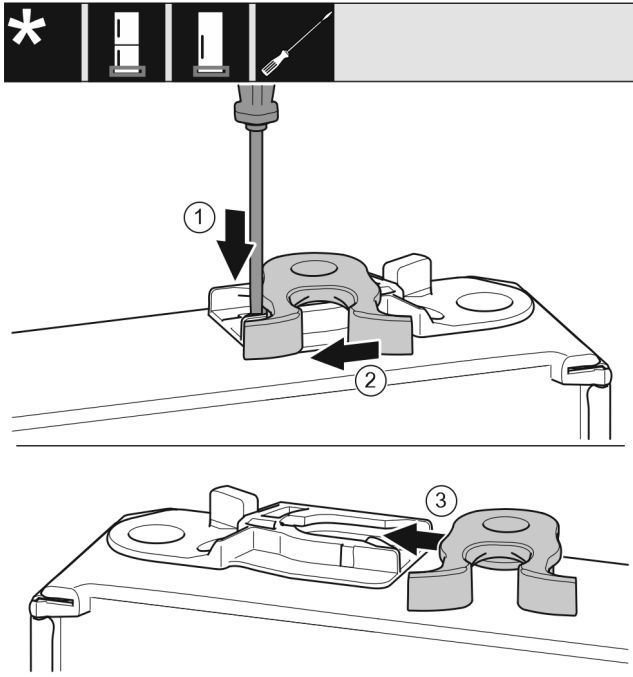

Fig. 39 *
- ▶ Tryk lasken Fig. 39 (1) nedad med en kærnskruetrækker.*
- ▶ Træk låsekrogen Fig. 39 (2) ud af føringen.*
- ▶ Skub låsekrogen Fig. 39 (3) ind i føringen på den anden side.*